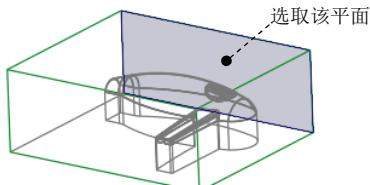
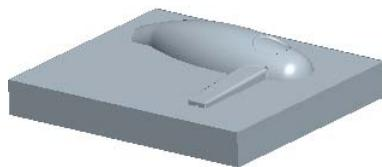

图 8.40 拉伸终止面
图 8.41 体积块
(4) 定义深度类型。在操控板中选取深度类型 (到选定的)，选取图 8.40 所示的面为拉伸终止面。
(5) 在“拉伸”选项卡中单击 按钮，完成特征的创建。
Step4. 在**编辑模具体积块**选项卡中单击“确定”按钮 \checkmark ，完成体积块的创建。结果如图8.41所示。